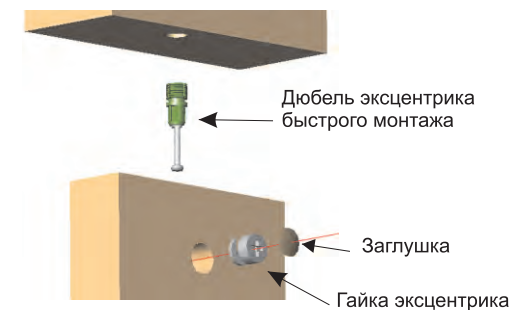

Рис.2
Установите шканты (3) в отверстия d=8 мм топа E, базы G и боковин A. Вставьте дюбель эксцентрика быстрого монтажа (1а) в топ E, базу G и в боковины A (см. Рис.2). Соедините вместе полки B, боковины A и заднюю стенку C (состоит из четырех половин) используя профиль D. Вставьте эксцентриковые гайки (1б) и с помощью отвертки затяните их по часовой стрелке до фиксации (см. Рис.2). Используя шурупы (4) прикрепите заднюю стенку C к полкам B. В эксцентриковые гайки (1б) вставьте заглушки (2). Установите опоры (5) в отверстия в плоскости низа G, отрегулируйте опоры по высоте.